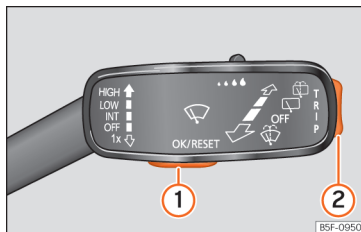

Abb. 125 Scheibenwischerhebel: Steuertasten.
Solange eine Warnung der Priorität 1 vorliegt, »» Seite 116, kann auf kein Menü zugegriffen werden. Einige Warnmeldungen können bestätigt und ausgeblendet werden über die Taste »» Abb. 125 ①.